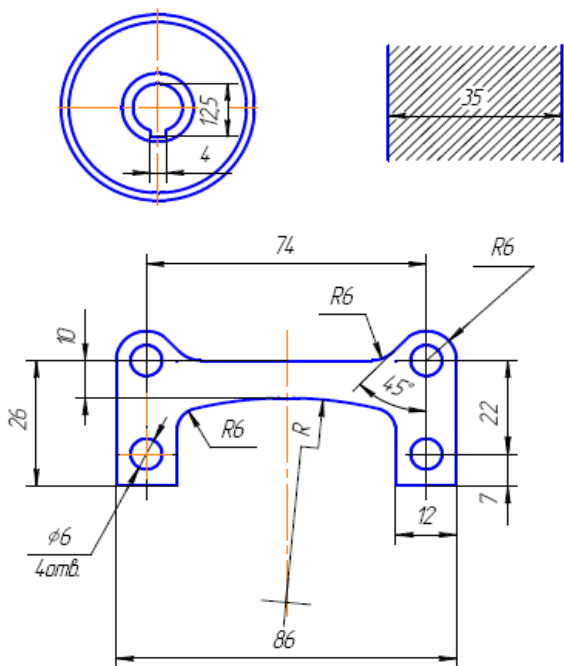

Рис. 9
17. Размерные числа нельзя разделять или пересекать, какими бы то ни было линиями чертежа. Осевые, центровые линии (рис. 9) и линии штриховки (рис. 9) в месте нанесения размерного числа допускается прерывать.
18. Перед размерным числом радиуса помещают прописную букву R. Ее нельзя отделять от числа любой линией чертежа (рис. 9)